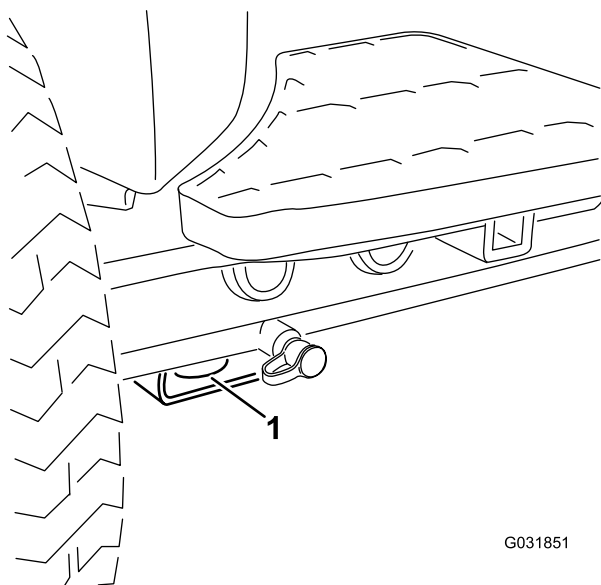
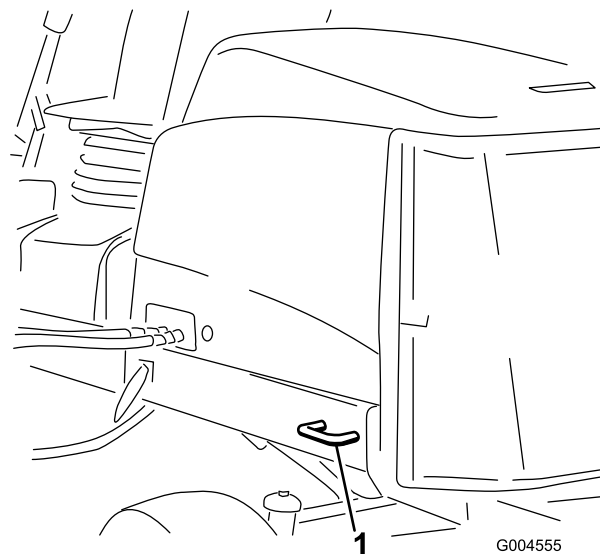

Figura 73
Figura 74
- Prenda bem a máquina. As correias frontais e traseiras devem estar dirigidas para baixo e para fora da máquina; consulte a Figura 73 e a Figura 74.
- Dianteira – o orifício na pastilha retangular, por baixo do tubo do eixo, dentro de cada pneu dianteiro (Figura 73)
- Traseira – cada lado da máquina na estrutura traseira (Figura 74)